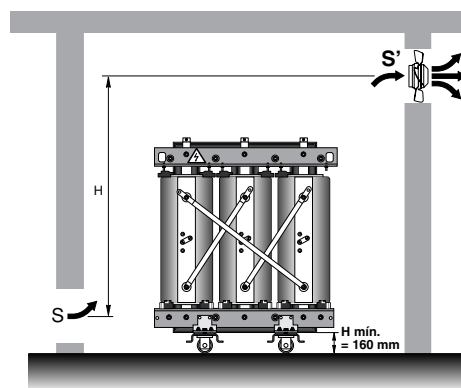

Figura 2.
- Trihal con envolvente metálica IP31 (figura 2). La envolvente de tipo interior está concebida para funcionamiento del transformador a potencia nominal (sin disminuir su potencia asignada). La distancia mínima de 200 mm entre las paredes de la envolvente y las del local debe respetarse a fin de no obturar las rejillas de ventilación y permitir una correcta ventilación.